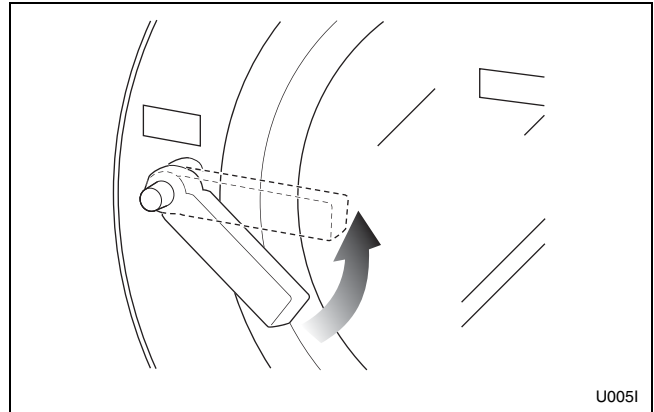

Figure 38
4. Fermer la porte et tourner la poignée dans le sens inverse des aiguilles d'une montre jusqu'au déblocage du bouton. Se reporter à la Figure 38.